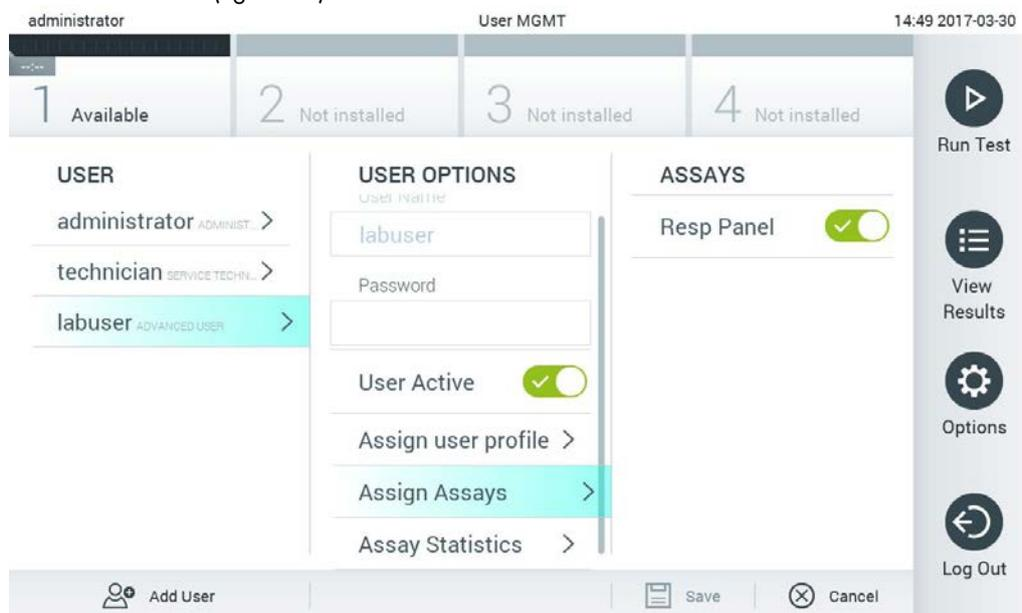

Figura 55. Asignación de ensayos a usuarios.
- Assign Assays (Asignar ensayos): permite definir los ensayos a partir de la base de datos de ensayos que el usuario puede ejecutar. Seleccione los ensayos de la lista a la derecha de la zona de contenido (figura 55).